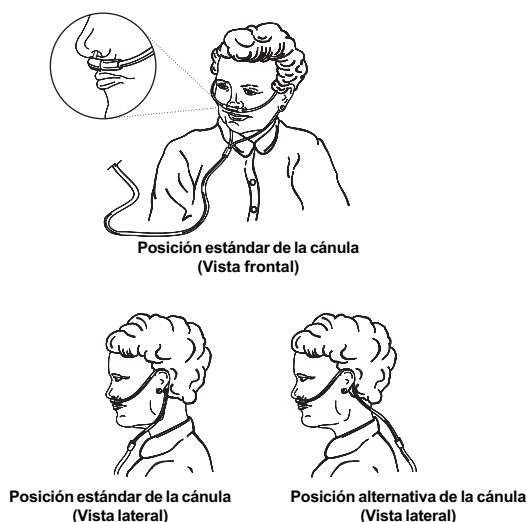

Figura 6 - Colocación de la cánula nasal
2. Conecte el *tubo del oxígeno* entre la cánula y la conexión del *suministro de oxígeno para respirar*, o entre aquella y la conexión del humidificador, según corresponda. Ajuste la cánula a la cara (Figura 6).